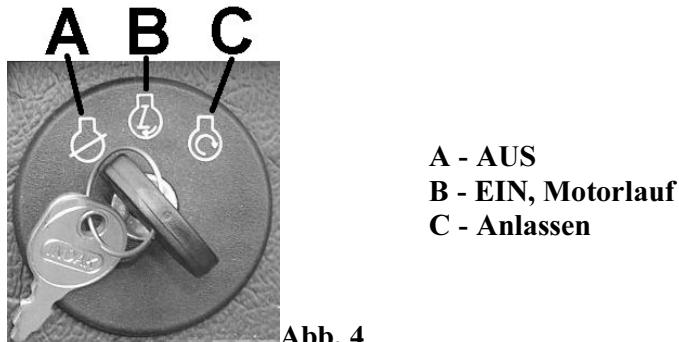

Abb. 4
4. Den Zündschlüssel in den Schaltkasten einstecken und in die **B-Stellung - Abb. 4** verstehen und dadurch den Stromkreis durchschalten.
5. Beim Anlassen mit **Starter** – den Zündschlüssel in die **C-Stellung (START) - Abb. 4** verstehen und halten. Springt der Motor an, den Zündschlüssel loslassen. Bei Handanlassen den Zündschlüssel in der **B-Stellung - Abb. 4** lassen und dabei den Haltegriff des Handanlassers **22 – Abb. 1** ziehen.
Treten beim Startvorgang einige Probleme auf, nicht zu oft den Start wiederholen. Dies könnte zur Entladung der Batterie und zur Überflutung des Motors führen. Den Zündschlüssel zurück in die A-Stellung - Abb. 4 drehen, einige Sekunden abwarten und den Startvorgang nochmals wiederholen. Springt der Motor noch nicht an, entsprechende Empfehlungen und Hinweise im Motorhandbuch beachten.